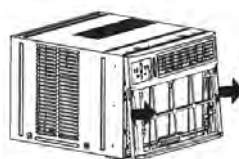

FIG. 3
4. Poussez sur le côté du boîtier en métal et tirez sur le cadre en plastique pour libérer les onglets en plastique de chaque côté du panneau avant. (Voir la figure 3.)